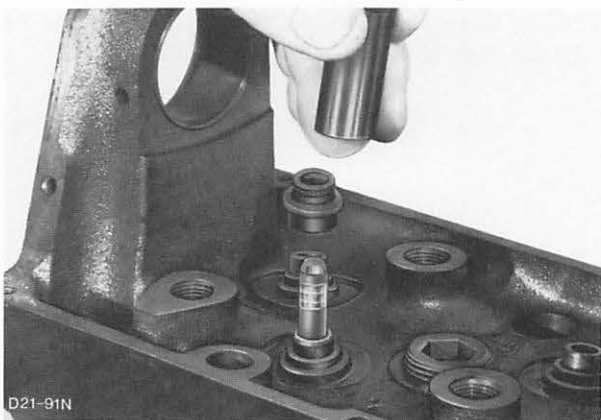

Abb. 248 Ölabschirmring mit Spezialwerkzeug 21-007 montieren, „B“-Motor
4. Ölabschirmring mit Öl benetzen und (beim „B“-Motor mit Spezialwerkzeug 21-007) montieren, Abb. 248. Klebefolie von Ventilschaft wieder entfernen.